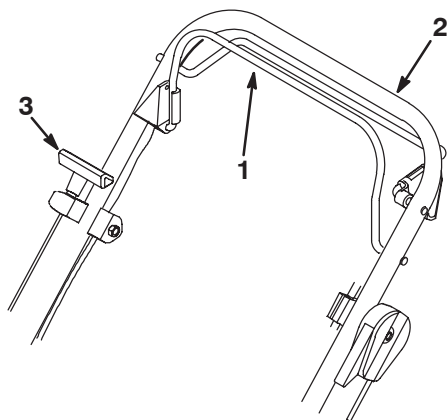

Figure 90
11. Maintenir la barre de commande de lame serrée contre le guidon (Fig. 90) et tirer plusieurs fois le cordon du démarreur pour expulser les résidus de carbones.